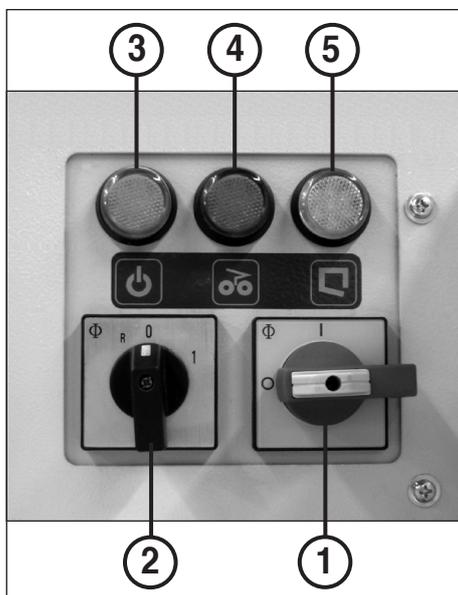

fig. 7
1. Ligar o interruptor principal (1) (posição “1”).
2. Pôr o interruptor giratório (2) na posição “1” (fig. 7).
### ELEMENTOS DE MANEJO (Fig. 7):
**Indicação:** Com cada ligação da máquina é reiniciado automaticamente o relé multifuncional. Devido a isto piscam durante alguns segundos as duas luzes de controlo 4 e 5 (fig. 7).